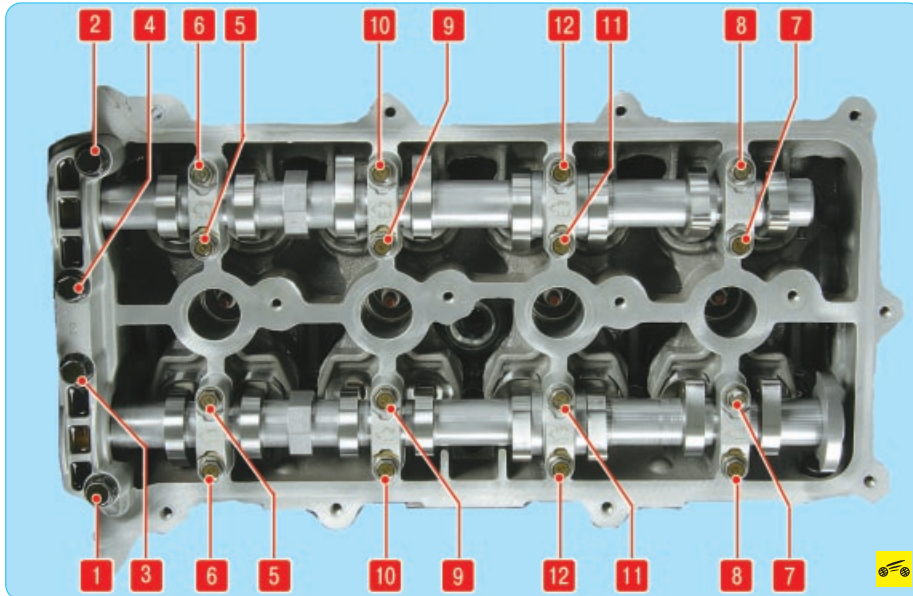

Рис. 5.12. Порядок выворачивания болтов крепления крышек подшипников распределительных валов
7. Выверните болты крепления крышек подшипников распределительных валов в порядке, показанном на рис. 5.12, и снимите распределительные валы.
11. Установите крышки подшипников распределительных валов и затяните болты их крепления моментом 13,7–14,7 Н·м в порядке, обратном их выворачиванию (см. рис. 5.12). Болты крепления крышки передних подшипников затяните моментом 18,6–22,6 Н·м.